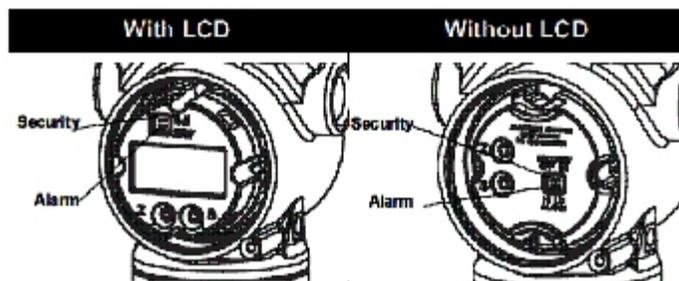

Figure 4
- *3051TA TR & 3051TG TR*: The security switch shall be placed in the "ON" position prior to sealing. Refer to Figure 4 for the location of the switch.
- *3051TA TR & 3051TG TR*: L'interrupteur de sécurité doit être placé en position "ON" avant le scellage. Référez à la figure 4 pour la localisation de l'interrupteur.